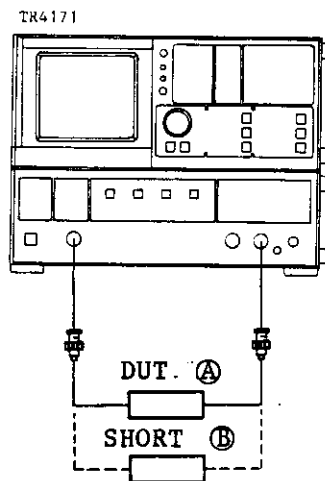

図6-7 TR4171とSAWフィルタの接続
- ① 〔図6-7〕にしたがってDUT(フィルタ)をTR4171のTRACKING GENERATOR OUTPUTコネクタとINPUTコネクタ間に接続して下さい。この接続をⒶと呼び、DUTのかわりにショートして接続した場合をⒷと呼びます。
- ② 一般に、SAWフィルタは、その種類が多く、また入出力インピーダンス50Ω系、75Ω系の他に、200Ω、300Ω、1kΩ、1kΩ以上と多種ありますので、測定前に治具などを利用して、インピーダンスのマッチングをとって下さい。通常、SAWフィルタのメーカーから推奨回路が入手できますので、それを利用して下さい。
- ③ SAWフィルタには、一般的に20dB程度の損失があります。これを補うためにアンプが入っているものがありますが、その場合は、トラッキング・ジェネレータの最大出力レベルに注意して下さい。
- ④ DUTまでのケーブルは、極力短くして使用して下さい。
- ① 分析したい中心周波数、掃引幅、信号の入出力条件などを設定して下さい。
- ② 〔図6-7〕のⒷに示すように、接続ケーブルからDUTを外し、かわりにショ